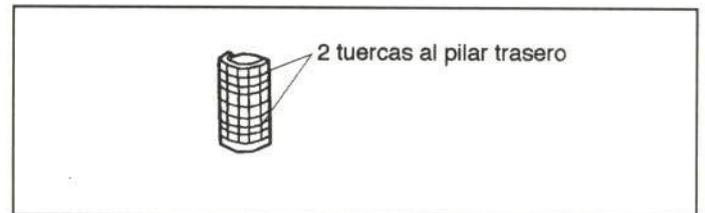

Figura 49.- Unión del piloto trasero
En la figura 49 se muestra la unión de este elemento.
- Piloto (figura 49).